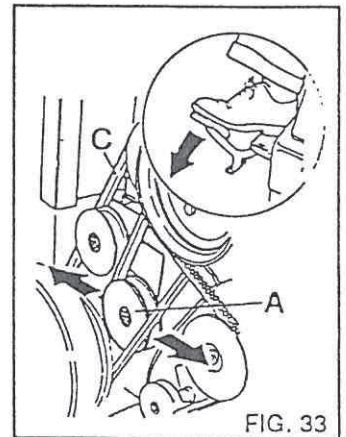

FIG. 33
- 4) Riemenscheibe A so verstellen, daß beim betätigen des Fahrpedals nach vorne der Antriebsriemen gespannt ist. (Fig. 33).